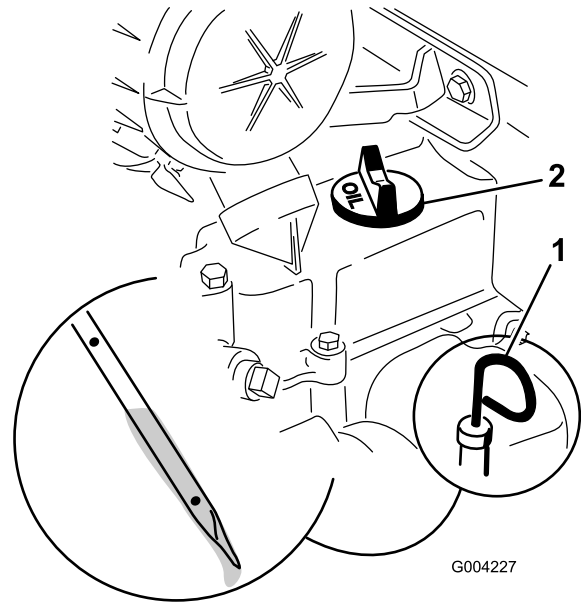

図 32
4. ディップスティック取り付け部の周辺をきれいにぬぐう 図 32。
5. ディップスティックを抜き、先端の金属部分 図 32 をウェスできれいに拭く。
6. ディップスティックを補給管の中にしっかりと差し込む 図 32。
8. 油量が少なければ下穴よりも下、オイル補給口のキャップの周囲をきれいに拭いてキャップを外す 図 32。
9. オイル補給口のキャップ(図 32)を取り、所要量の約 80% のオイルを、バルブカバーから入れる。